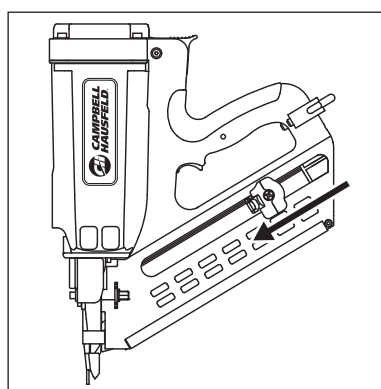

Figure 18
3. Pousser le bas le bouton du poussoir à attaches et diriger le poussoir à attaches vers le haut jusqu'à ce qu'il atteigne le bas de la pince de clous se trouvant dans le chargeur (voir la figure 18).